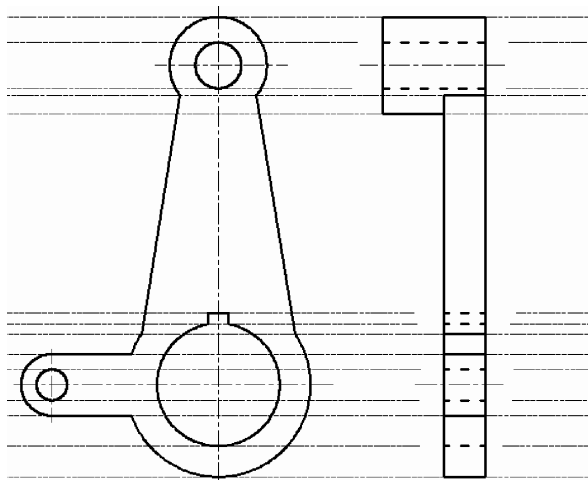

Fig. 6.15 Exercițiul 6.4 – pasul 5
- Pasul 5. Pentru a completa proiecția laterală, se folosește o rețea de linii ajutătoare, obținând astfel corespondența dintre proiecții, ca în Fig. 6.15.